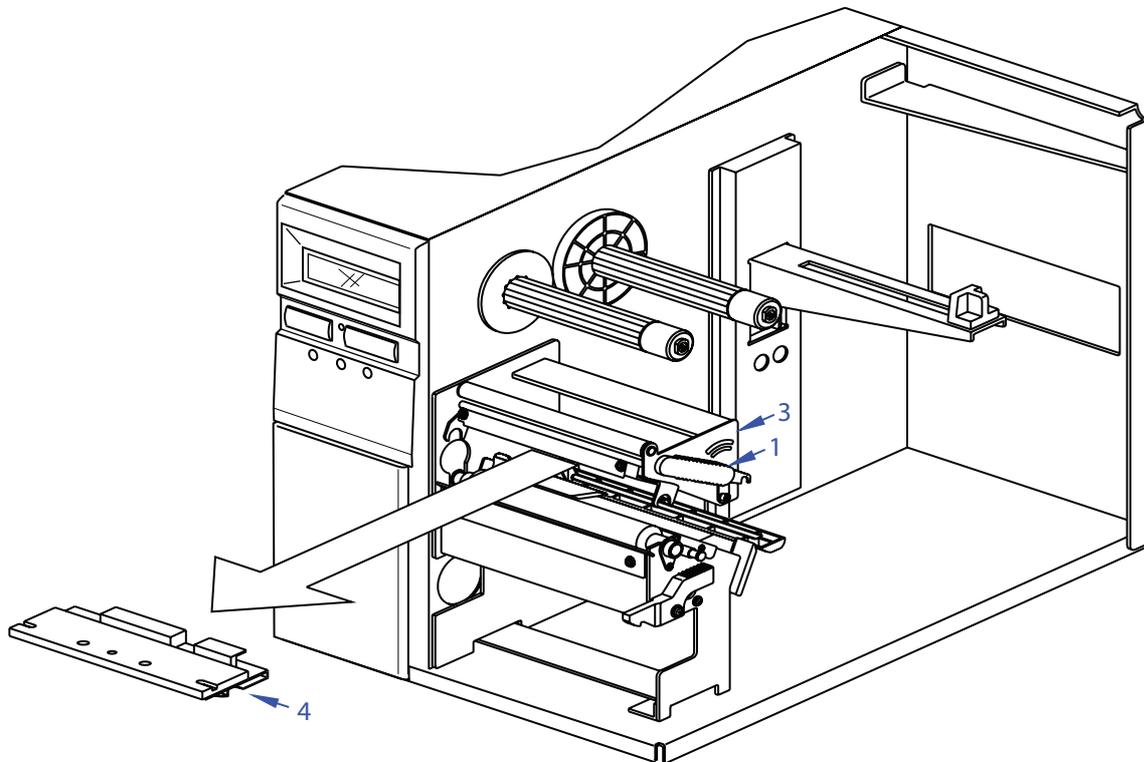

Figure 4-1b, Remplacement de la tête d'impression
4. Débloquez le **levier de blocage de la tête d'impression** (1, Figure 4-1b) et retirez la **tête d'impression** défectueuse (4) du mécanisme (3).
5. Déconnectez les deux **faisceaux de câble** (non représentés) de la **tête d'impression** défectueuse (4).
6. Rebranchez les **deux faisceaux** (non représentés) sur la **nouvelle tête** (4).